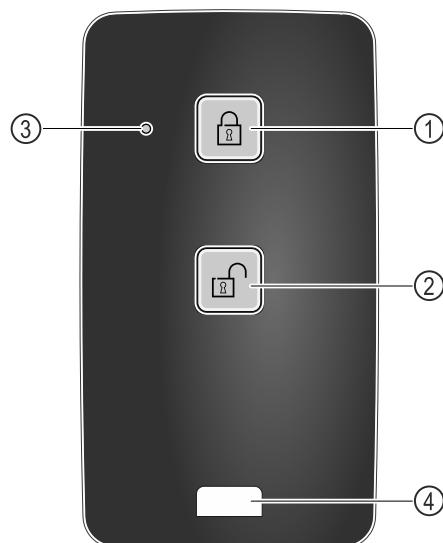

Fig. 210
- (1) Zaklep ključavnice
- (2) Oklep ključavnice
- (3) Stanje lučke LED
- (4) Pritrditveni zavihek
- Pritisnite tipko Fig. 210 (1) na oddaljenem upravljalniku. Ključavnica je zaklenjena. Vrat ni mogoče odpreti.
- Pritisnite tipko Fig. 210 (2) na oddaljenem upravljalniku. Ključavnica je odklenjena. Vrata lahko znova odprete.
- Stanje lučke LED Fig. 210 (3) ob pritisku vrne optične povratne informacije.
- Zavihek Fig. 210 (4) za pritrditev oddaljenega upravljalnika, na primer na obesek za ključe.